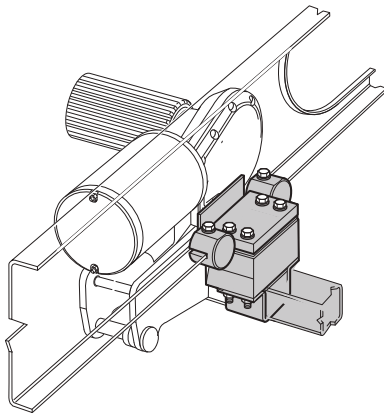

Abb. 25
- Für Chassis mit L-Profil und bei Platzmangel, wie Unterbauten oder Störkanten, wird das Befestigungssystem kurz verwendet (Abb. 25).